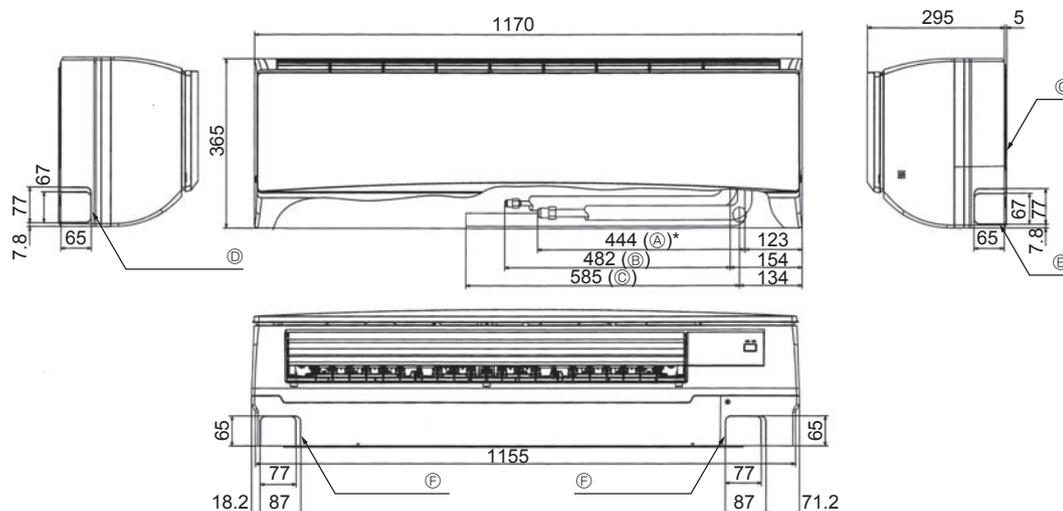
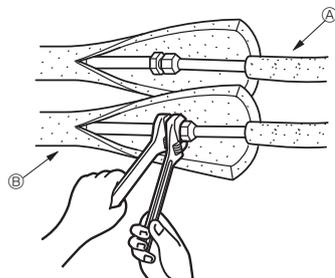

Fig. 4-2
Fig. 4-3
4.3. Posizionamento delle tubazioni del refrigerante e di drenaggio (Fig. 4-2)
- (A) Tubo di trasporto gas * Con accessori installati.
- (B) Tubo di trasporto liquido
- (C) Tubo di drenaggio
- (D) Foro di uscita tubazione sinistra
- (E) Foro di uscita tubazione destra
- (F) Foro di uscita tubazione inferiore
- (G) Piastra di montaggio ①
4.4. Realizzazione della tubazione del refrigerante (Fig. 4-3)